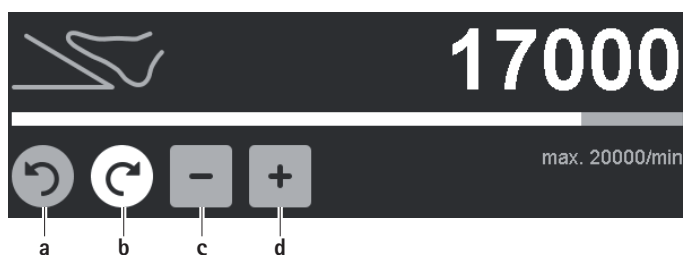

Abb. 6 Drehzahlbereichsobergrenze/Drehrichtung ändern
- Drehrichtung ändern (außer bei Bohrmaschine GA844): Inaktive, graue Drehrichtungstaste Rechtslauf/Linkslauf **a/b** betätigen, siehe Abb. 6. Die Drehrichtung wird von Rechtslauf auf Linkslauf und umgekehrt geändert.